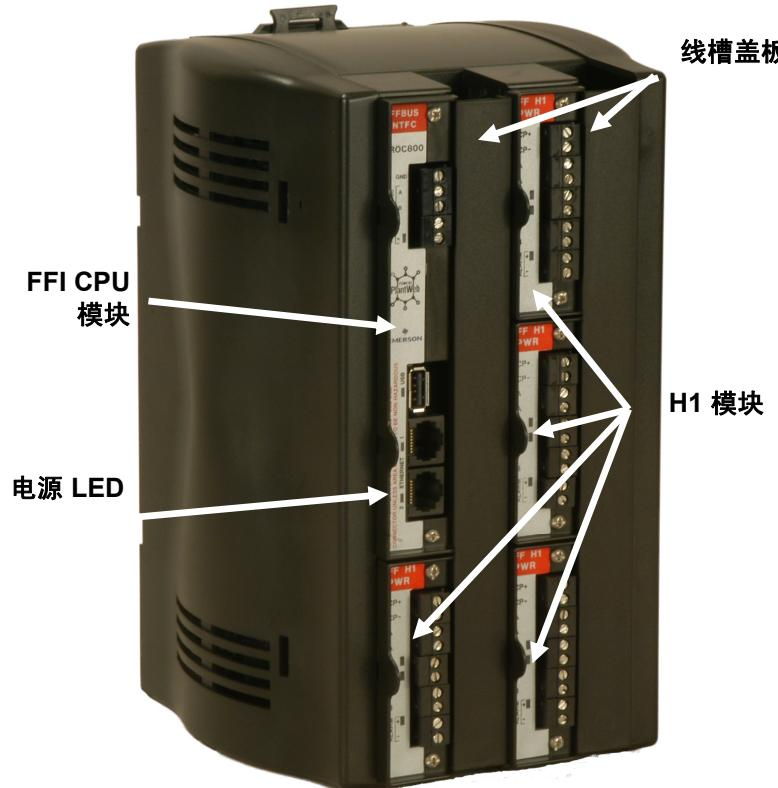

图 13. FOUNDATION 现场总线接口
- 3. 完成接线端子的接线后，将线槽盖板在线槽按到位。请参阅图 13。
- 4. 接通电源启动 FFI。FFI 上的电源 LED 指示灯（请参阅图 13）应呈绿色亮起，指示所应用的电压正确。